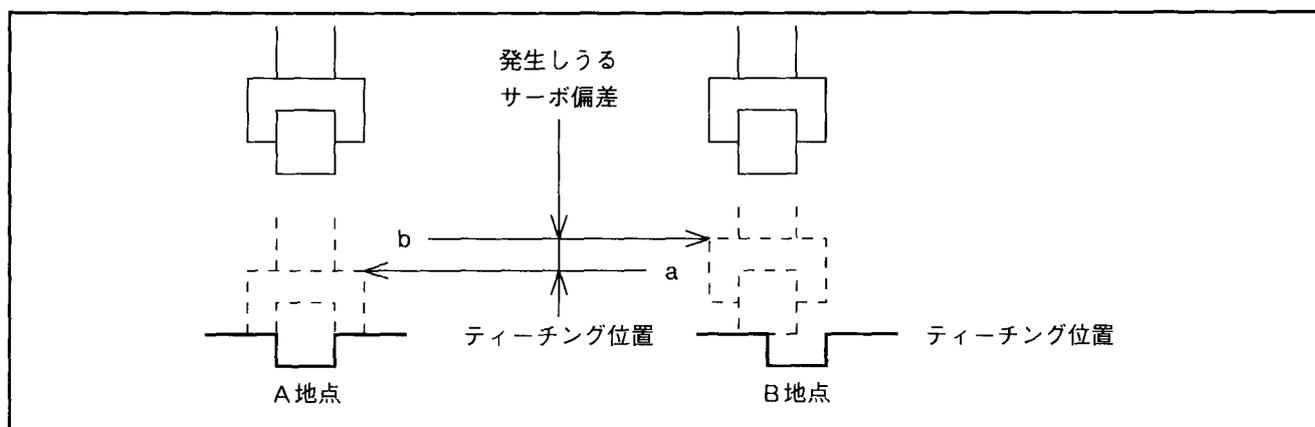

図7-27
- ・偏差過大許容値の算出方法を図7-27の移動作業を例に説明します。